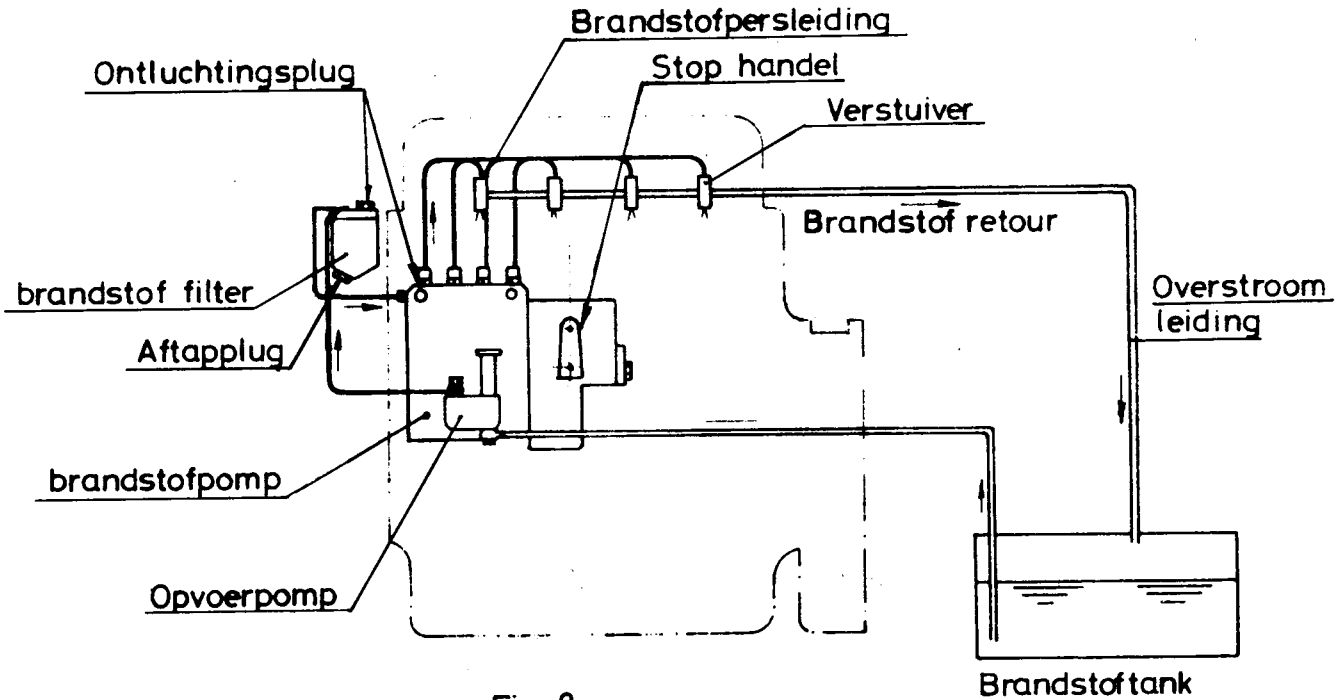

Fig. 8
2. **BRANDSTOFSYSTEEM** - fig. 8 -